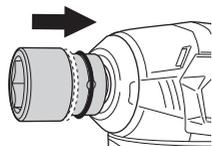

图 8
- (3) 确保销不会脱落后，将O型环装在套筒的凹槽上。(图8、9)